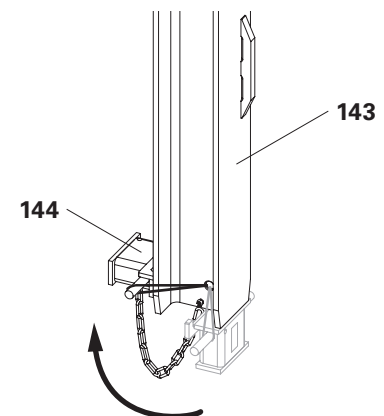

Fig. D2.02
3. Piegarlo il distanziatore (**144**) verso l'alto. (Fig. D2.02)